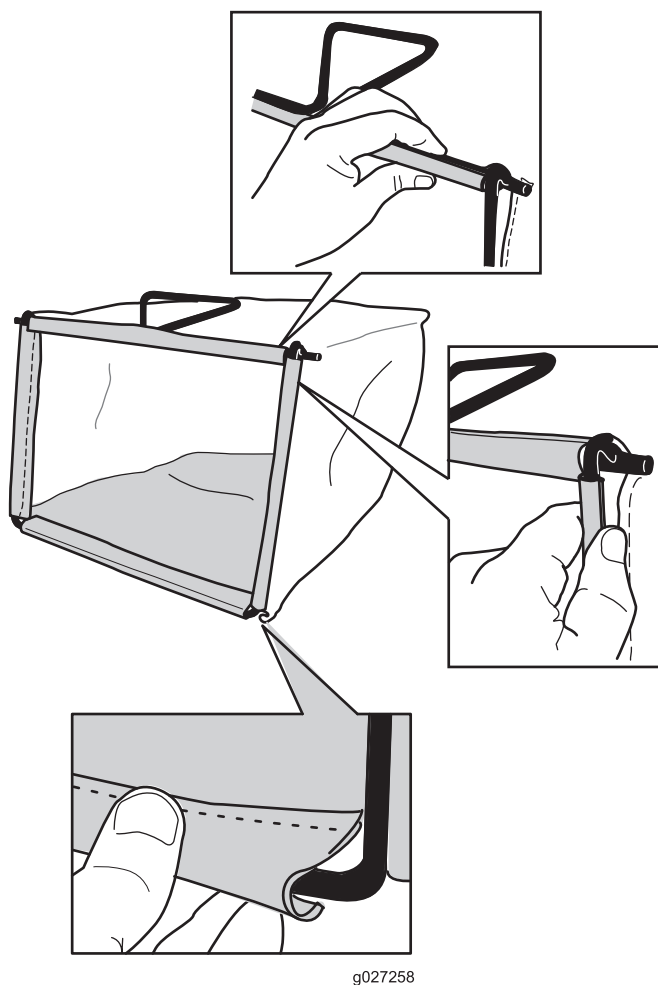

Figure 6
2. Accrochez la glissière inférieure du bac au bas de l'armature (Figure 6).
3. Accrochez la glissière supérieure et les glissières latérales du bac au sommet et sur les côtés de l'armature respectivement (Figure 6).
3. Introduisez deux doigts dans l'ouverture du démarreur et poussez le levier de commande vers le guidon (Figure 6).